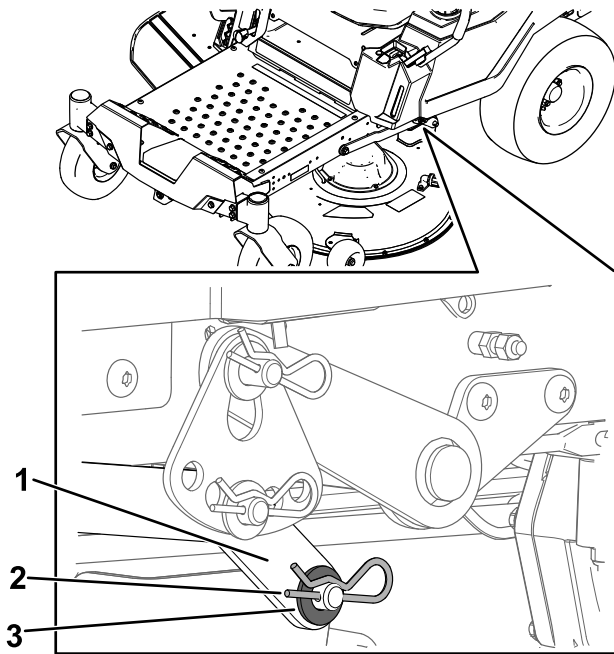

Bild 73
- Entfernen Sie auf einer Seite der Maschine die Unterlegscheibe und den Splint vom Mähwerksstift (Bild 73).
- Heben Sie auf einer Seite der Maschine die Rückseite des Mähwerks an und montieren Sie den Hubarm am Mähwerksstift (Bild 73).
- Montieren Sie den Hubarm mit der Unterlegscheibe und dem Splint (Bild 73).
- Entfernen Sie den Hubarm vom Mähwerksstift (Bild 73).